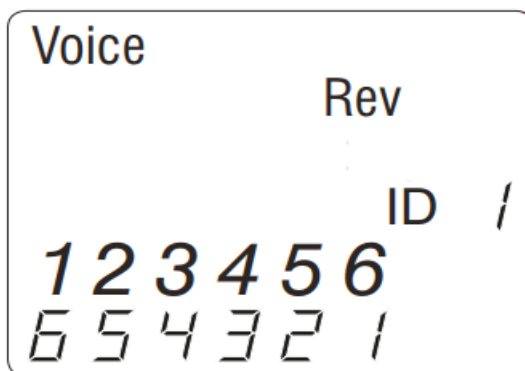

Рисунок 4. Тестирование в голосовом режиме кабеля Rev.
3. Однократное тестирование: Для запуска однократного теста для шестипроводного кабеля передачи голоса нажмите кнопку голосового режима (Voice). На жидкокристаллическом дисплее появится следующий экран (смотрите рисунок 4):
4. Непрерывное тестирование: Чтобы запустить непрерывное тестирование, нажмите и удерживайте кнопку режима тестирования голосового кабеля до тех пор, пока на дисплее не появится индикация «LOOP ON» (смотрите рисунок 5 ниже). Когда активирован циклический режим, на правой стороне экрана появляются три небольших перемещающихся «полоски». Экран дисплея будет обновляться с теми же иконками и значениями, что и во время одиночного теста (смотрите рисунок 4). Чтобы отключить циклическое тестирование, нажмите и удерживайте кнопку режима тестирования голосового кабеля до тех пор, пока не появится сообщение «LOOP OFF».